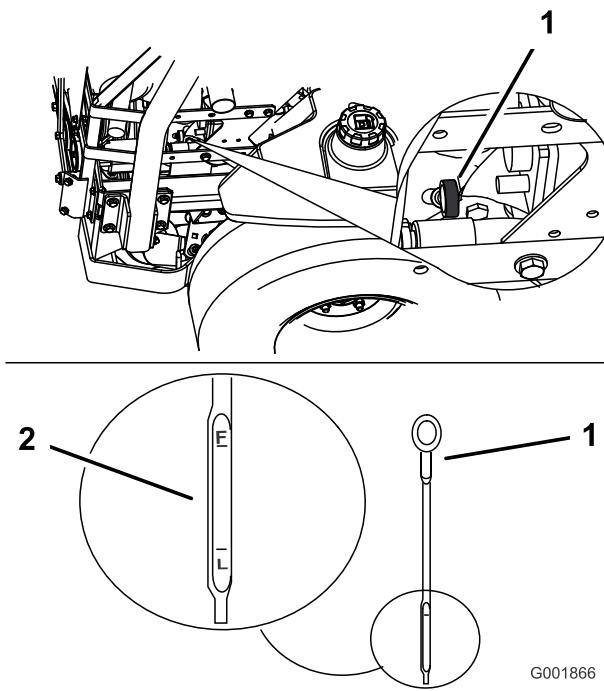

Figura 42
- Limpie alrededor de la varilla de nivel de aceite (Figura 42) de forma que la suciedad no penetre por el orificio de llenado y cause daños en el motor.
- Retire la varilla de aceite y límpie el extremo metálico (Figura 42).
- Introduzca la varilla a fondo en el tubo de llenado. Retire la varilla y observe el extremo metálico (Figura 42). Si el nivel de aceite es bajo, vierta lentamente sólo la cantidad de aceite suficiente en el orificio de llenado para que el nivel llegue a la marca Lleno.